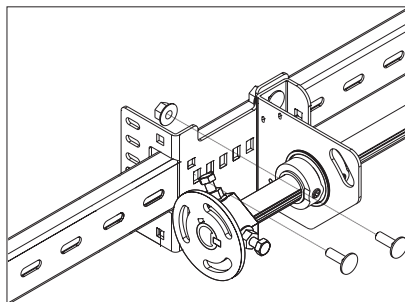

Рис.23.3
- поддерживая вал в горизонтальном положении, закрепить промежуточный суппорт к задней перемычке двумя болтами М8х25 (рис. 23.3);